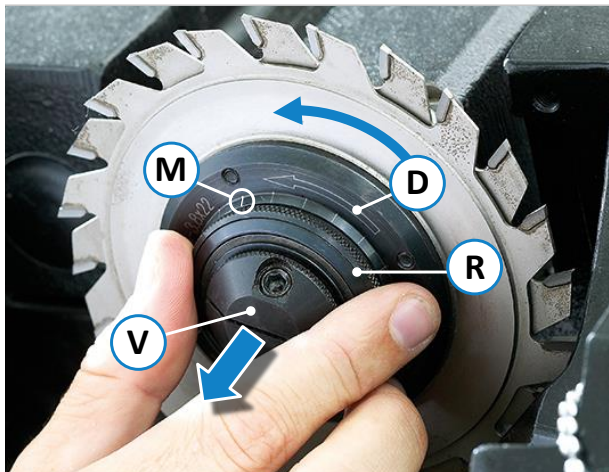

Figure 71 : dispositif de réglage « Quickstep » pour inciseur
- Placer les lames de scie sur les boulons des brides, en respectant le sens de rotation (D), voir ⇒ Figure 71.
- Les dents doivent se trouver les unes derrière les autres et dans le sens de rotation (D).
- La vis moletée (R) doit être correctement enclenchée.